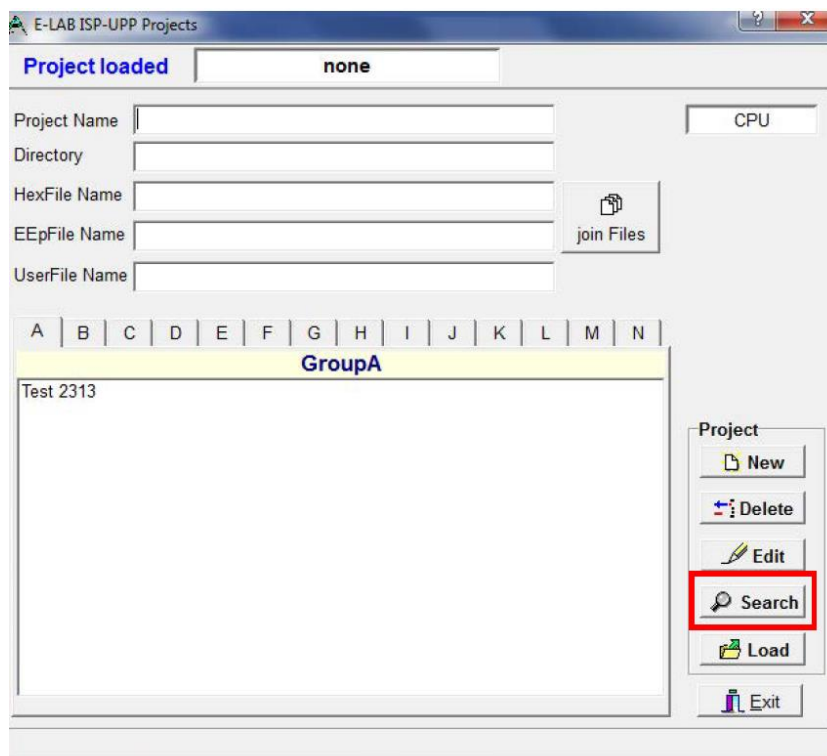

Рисунок 3
2.3 Нажмите на «Search», чтобы найти необходимый файл встроенного ПО (рисунок 3).